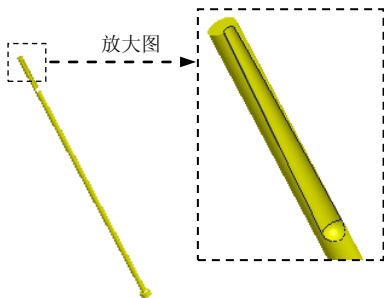

图 31.85 编辑后的顶杆
Step7. 编辑顶杆 2。参考 Step5 编辑与 Step4 中创建的浇口相干涉的顶杆 2，编辑后的顶杆如图 31.85 所示，然后将总装配文件激活。